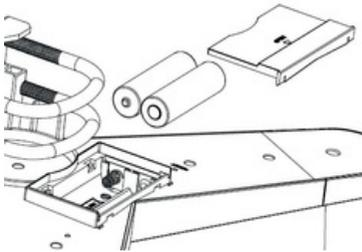

Figura 6
1. Use um parafuso ou prego para fixar o sensor remoto à parede, conforme mostrado na Figura 6